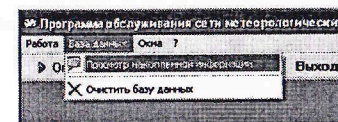

Рисунок 9 – Вызов окна СОДЕРЖАНИЕ БАЗЫ ДАННЫХ.
5.3.3.5 Вызовом в меню БАЗА ДАННЫХ команды ПРОСМОТР НАКОПЛЕННОЙ ИНФОРМАЦИИ (рисунок 9) можно просмотреть